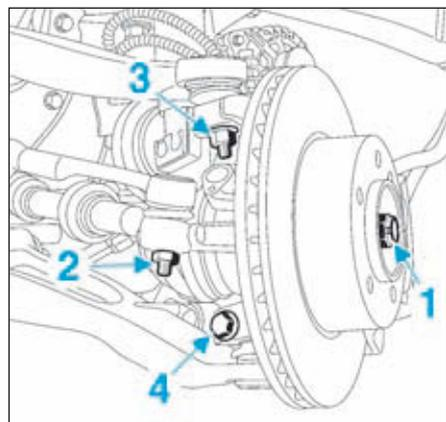

FIG.1
- Déposer (Fig.1) :
- l'écrou de transmission (1),